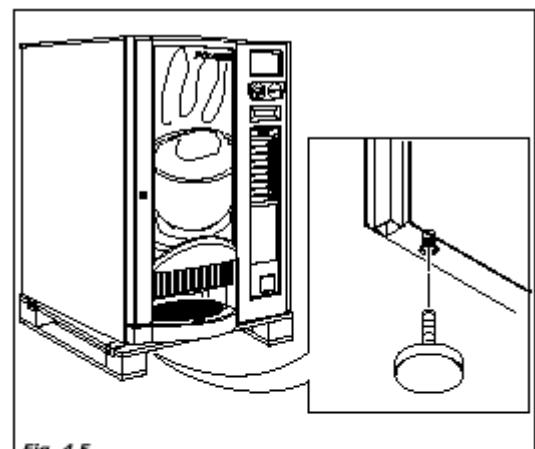

Fig. 4.5
- Выньте поддон и вставьте 4 ножки в резьбовые отверстия (рис. 4.5), из которых выкручены винты (A).